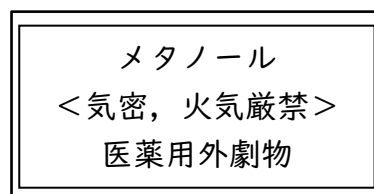

図9 容器のラベル
(4) 購入と管理
- 小分けした際は、容器のラベルに、**図9**に示すような、危険物の類別、品名、注意事項などを表示しておくようにします。